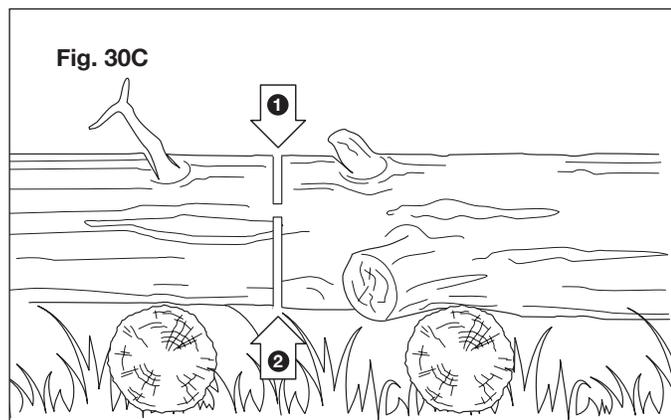

Fig. 30C
- Cuando el tronco es sostenido en un extremo (Fig. 30C), corte 1/3 del diámetro desde el lado inferior (leñado desde arriba hacia abajo). Luego haga el corte final mediante un leñado de abajo hacia arriba a través de los 2/3 inferiores del diámetro para encontrarse con el primer corte.